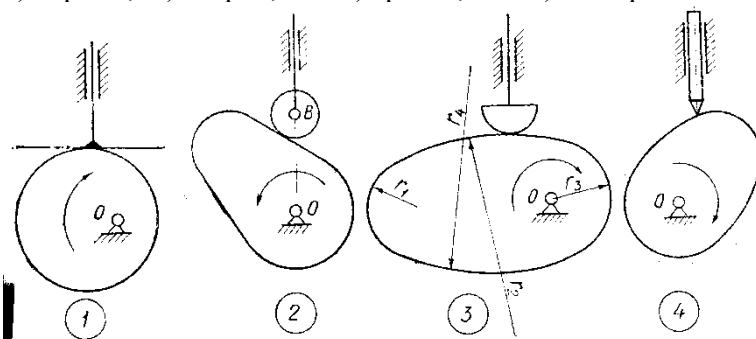

рис.3.
9. Какой из четырех изображенных на рис. 3 механизмов называется кулачковым механизмом с плоским толкателем, движущимся возвратно-прямолинейно?
10. В каком из четырех изображенных на рис. 3 кулачковых механизмов кулачок называется эксцентриком?
11. В каком из четырех изображенных на рис. 3 кулачковых механизмов кулачок очерчен дугами окружностей четырех радиусов и называется выпуклым?
12. В каком из четырех изображенных на рис. 3 кулачковых механизмов кулачок называется тангенциальным?
13. В каком из четырех изображенных на рис. 3 кулачковых механизмов профиль толкателя выполнен в виде острия?
14. В каком из четырех изображенных на рис. 3 кулачковых механизмов профиль толкателя очерчен по прямой линии и называется плоским толкателем?
15. В каком из четырех изображенных на рис.3 кулачковых механизмов профиль толкателя очерчен дугой одного радиуса и выполнен в виде грибка?